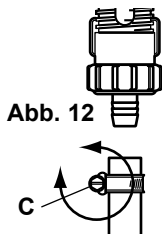

Abb. 12
- Die auf dem Schlauch befindliche (**Abb.12-C**) Klemme mit einem Schraubenzieher lösen.